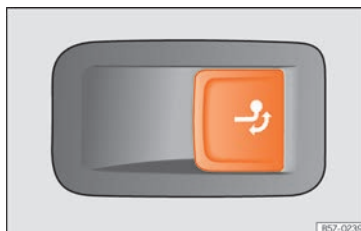

Abb. 221 Im Gepäckraum rechts: Taste zur Entriegelung der Anhängerkupplung.
- Ziehen Sie kurz an der Taste »» **Abb. 221**. Die Anhängerkupplung wird automatisch entriegelt und dreht selbsttätig heraus. Die Kontrollleuchte der Taste blinkt.
- Ziehen Sie kurz an der Taste »» **Abb. 221**. Die Anhängerkupplung wird elektrisch entriegelt.
- Wenn die Kontrollleuchte der Taste »» **Abb. 221** → *blinkt*, ist die Anhängerkupplung noch nicht vollständig eingerastet oder beschädigt »» ⚠.
- Wenn die Kontrollleuchte bei geöffneter Heckklappe »» **Abb. 221** → *dauerhaft leuchtet*, ist die Anhängerkupplung vollständig eingerastet, sowohl in eingezogener als auch in herausgeschwenkter Stellung.
- Drücken Sie keinesfalls die Taste »» **Abb. 221**, wenn ein Anhänger oder ein Gepäckträger oder anderes Zubehör auf der Anhängerkupplung eingehängt ist.